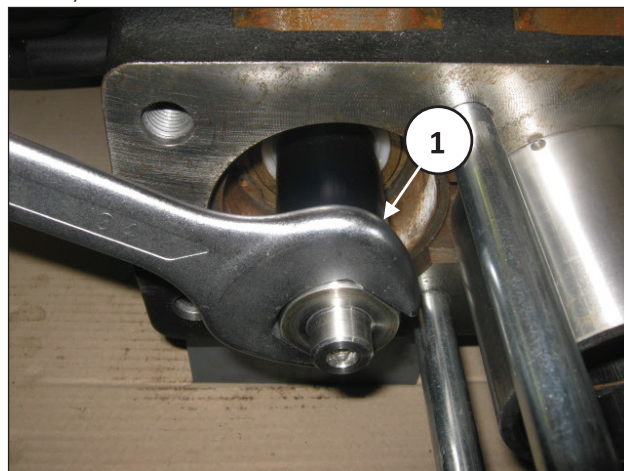

Abb. 128
Lösen Sie die Distanzstücke nach Ausbau des Kopfs gemäß Pos. ①, Abb. 128.